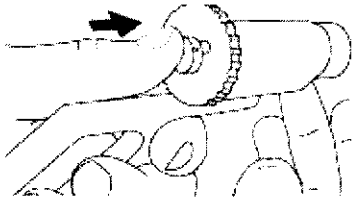

Figura 7
2. Una vez que la hélice esté colocada de manera satisfactoria, pulse el botón accionador para abrir las tenacillas y liberar el cable de estimulación del tunelizador (Figura 7).